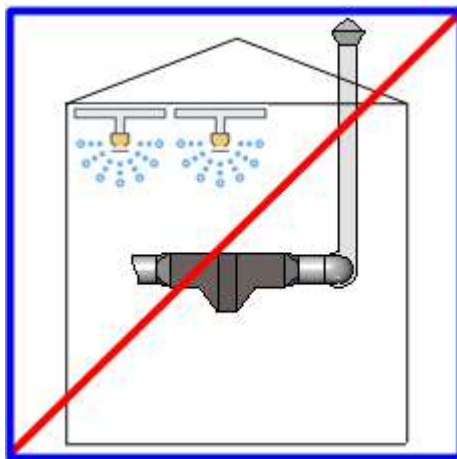

РИС. 8. ЗАПРЕЩЕНО ИСПОЛЬЗОВАТЬ ОБОРУДОВАНИЕ ВНУТРИ БАССЕЙНОВ, ВАННЫХ И ДУШЕВЫХ КОМНАТ, ДРУГИХ ПОМЕЩЕНИЙ С ВЫСОКОЙ ВЛАЖНОСТЬЮ
- внутри бассейнов, ванн и душевых комнат, помещений с высокой влажностью (Рис. 8);